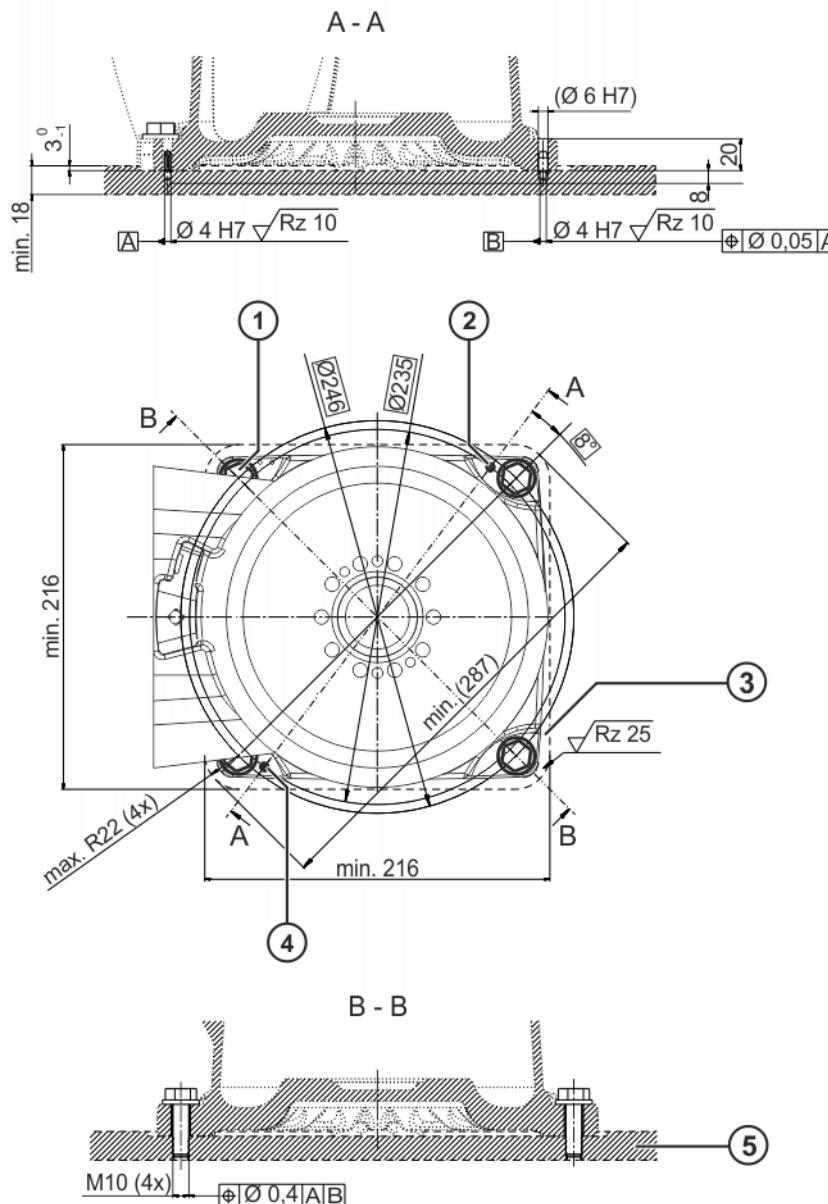

Abb. 8-5: Maschinengestellbefestigung, Maßzeichnung
- Montagefläche ist gemäß Abbildung (>>> Abb. 8-5) vorbereitet.